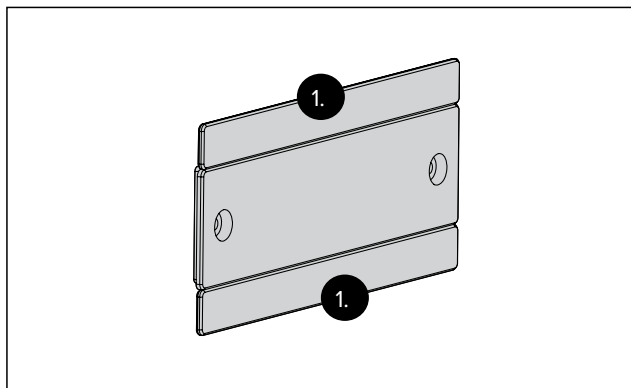

Рис. 30 Отщелкивание выступов заглушки
1. Отщелкните выступы с обеих сторон заглушки при установке на стене или стекле (рис. 30).